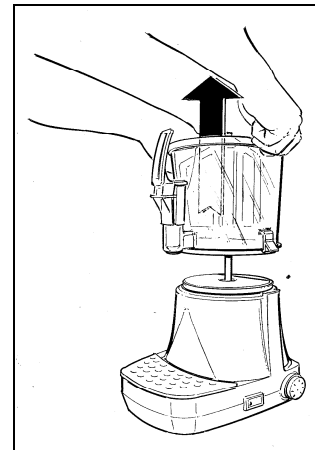
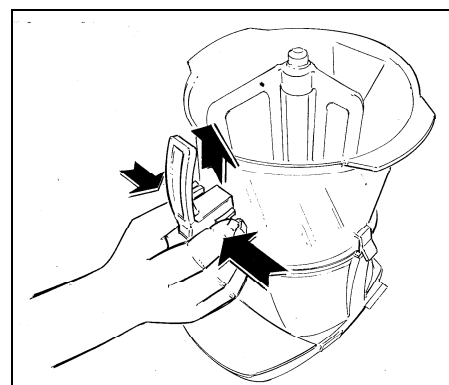

Fig. 8
Fig. 9
- Con l'utilizzo di due presine, onde evitare di scottarsi, afferrare e sollevare verso l'alto il contenitore (A). Quest'ultimo e l'agitatore (E) si sganceranno automaticamente dalla propria sede (fig. 8).
- Raffreddare il contenitore (A) (per esempio immergendolo in acqua fredda).
- Smontare il rubinetto dalla vasca premendo contemporaneamente sulle due alette di blocco e sollevarlo in modo da estrarlo dalla propria sede (fig.9).